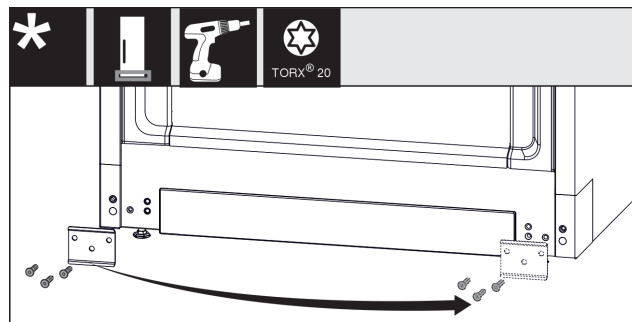

Fig. 12
- ▶ Odvrnite lim, premjestite ga na drugu stranu i ponovno ga pričvrstite. Fig. 12 (1)
- ▶ Ponovno natakните pokrov na drugu stranu. (1)